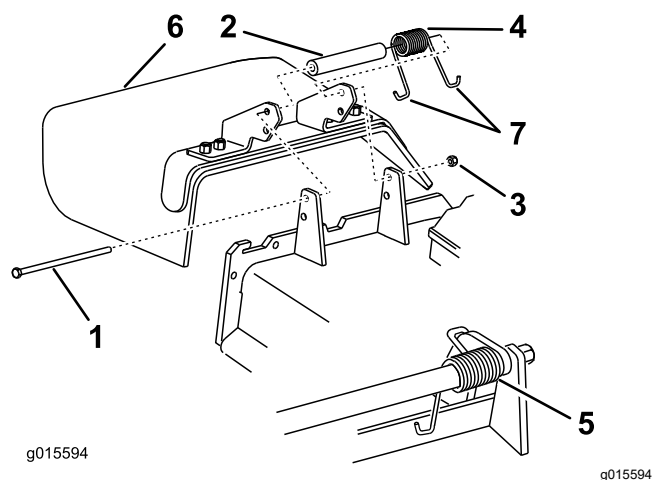

Figura 87
1. Îndepărtați contrapiulia, urubul, arc și distanțierul care fixează deflectorul pe suporturile pivotante (Figura 87).
2. Îndepărtați deflectorul pentru iarbă deteriorat sau uzat (Figura 87).
Notă: Asigurați-vă că ai montat capătul în formă de J în spatele marginii punii, înainte de a monta urubul conform Figura 87.
6. Amplasati capătul în formă de J al arcului în jurul deflectorului pentru iarbă (Figura 87).